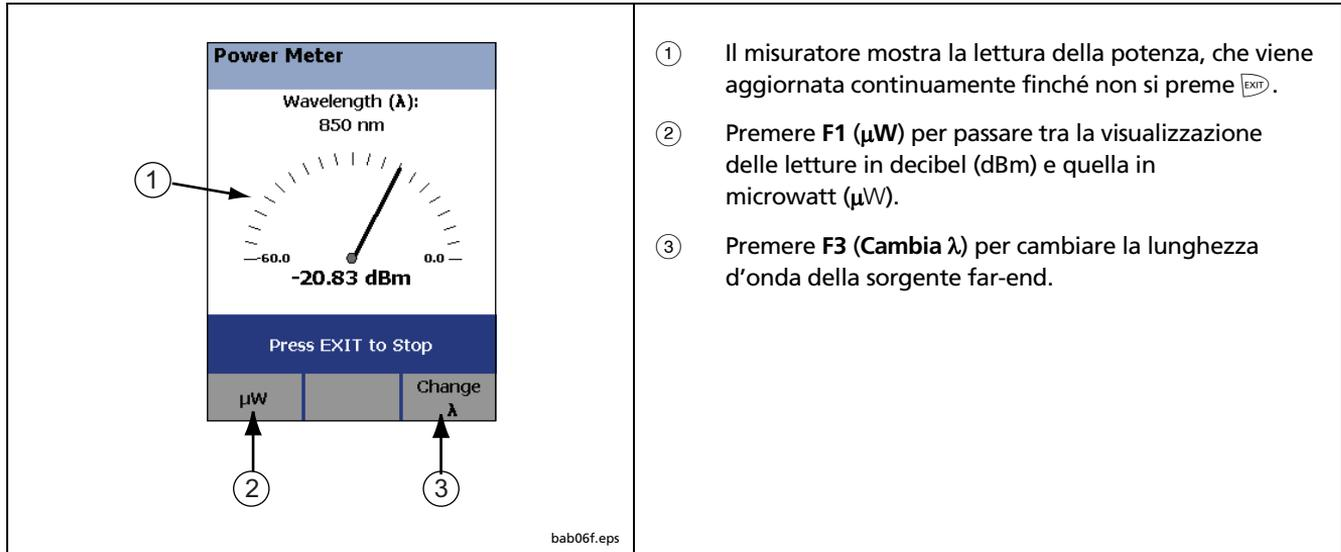

Figura 12. Misure Power Meter per la modalità **MONITOR**
- Se il test era stato eseguito in modalità **MONITOR**, lo schermo **Power Meter** è quello illustrato nella Figura 12.
Se la potenza è stata monitorata in modalità **MONITOR**, vengono visualizzate misure come quelle illustrate nella Figura 12.